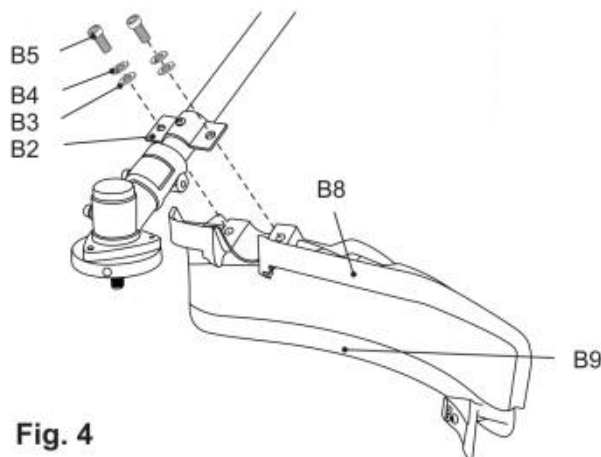

Fig. 4
3) Asegure la conexión con pernos (B5) , arandelas elásticas (B4) y arandelas (B3) utilizando la herramienta (E4). (Fig. 4).